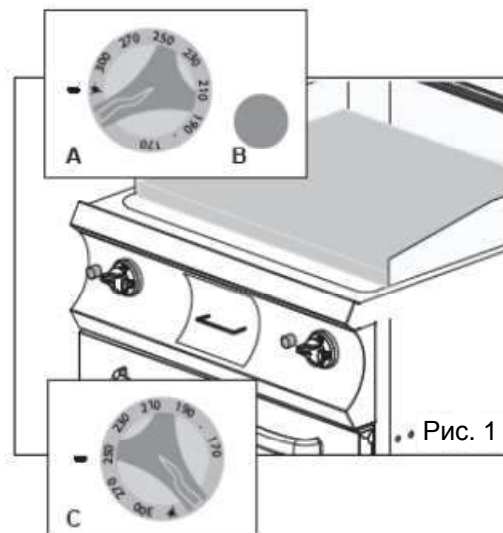

Рис. 1
1. Повернуть рукоятку, удерживая её в положении розжига (рис. 1А). Одновременно несколько раз нажать на кнопку пьезоэлектрического поджигателя (рис. 1В) до воспламенения запальника.
2. Отпустить рукоятку примерно через 20 секунд и убедиться, что запальник не погас. Проверить состояние запальника можно через отверстие панели. После розжига запальника перевести рукоятку термостата в положение, соответствующее требуемой температуре (рис. 1С).